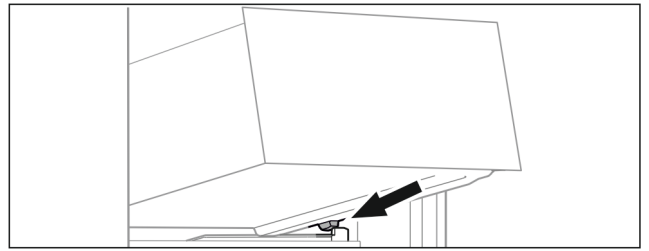

Fig. 121
- ▶ Stavite ladicu ukoso iza zaustavljača na žlijebu spremnika. (pogledajte Fig. 121)